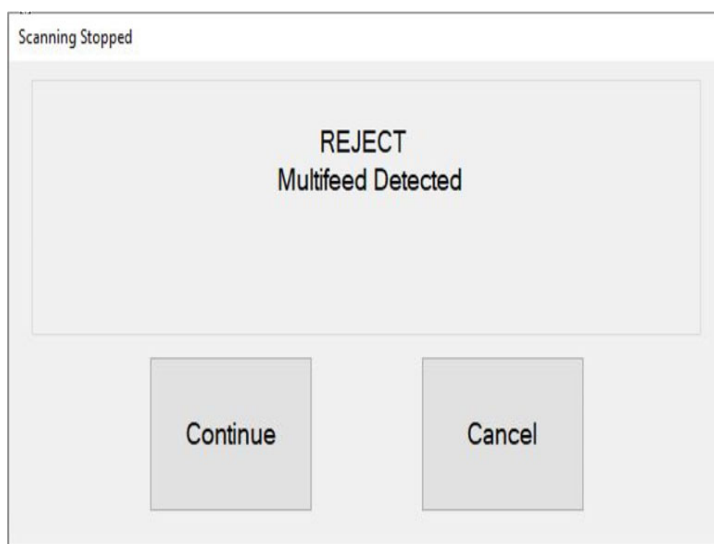

図 4-31 : スキャン中止状況
1. スキャン中止状況では、実行画面にエラーが表示され（図 4-31）、スキャンが自動的に停止します。